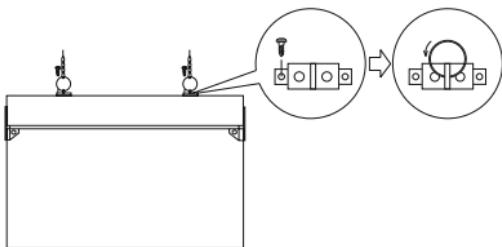
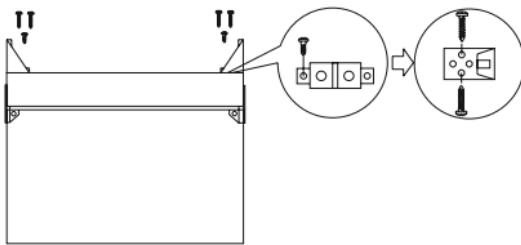

Рисунок 3 – Монтаж на кольцах
Рисунок 4 – Монтаж на уголках
4.6 Установка светильника серии ССА 2101, ССА 2102, ССА 2103 в подвесном положении осуществляется с помощью двух монтажных колец (рисунок 3) либо пластмассовых уголков, входящих в комплект поставки (рисунок 4).